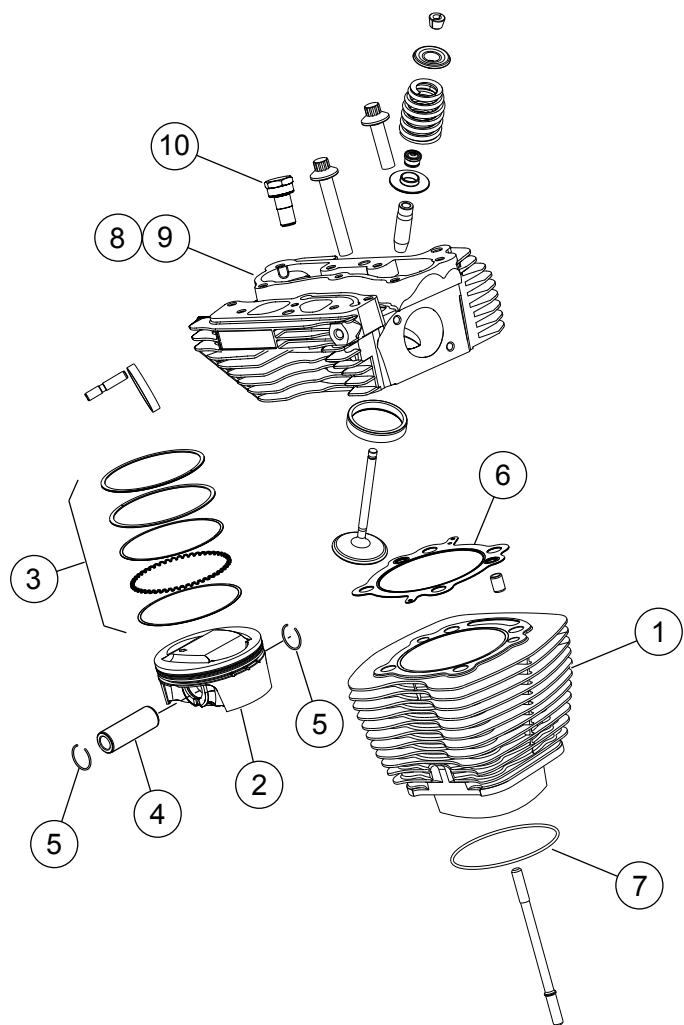
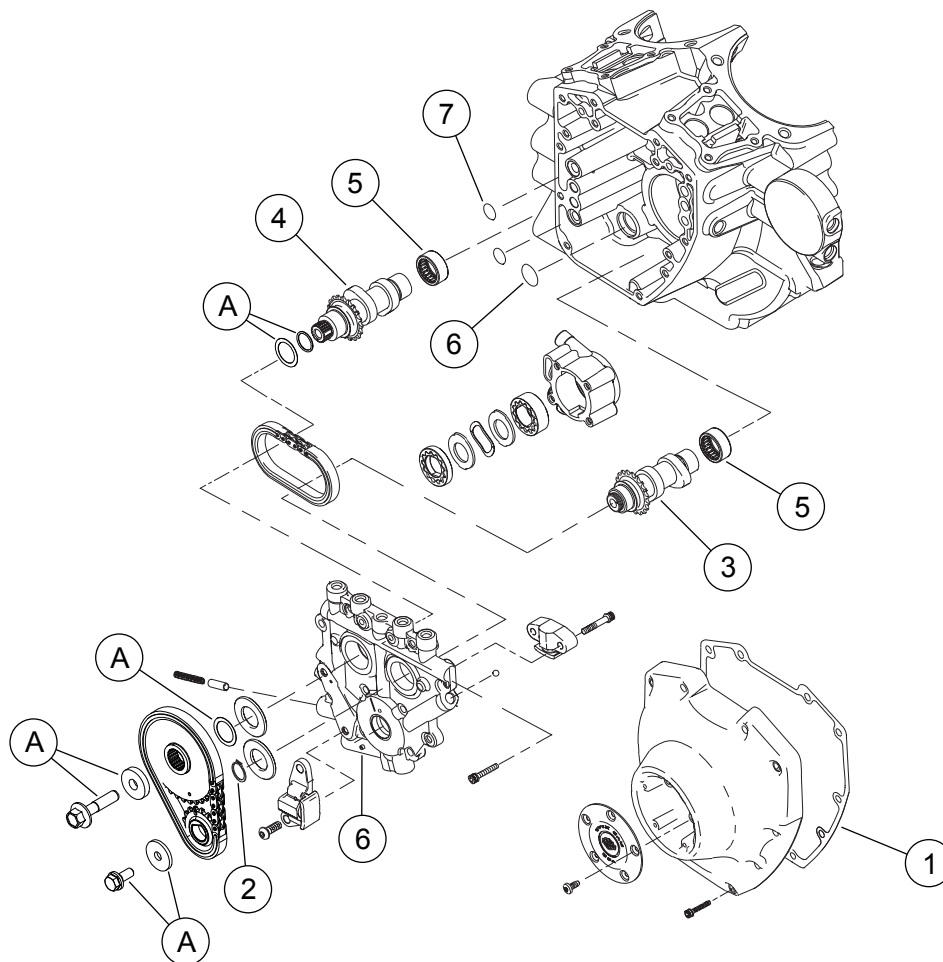

Figura 1. Parti di ricambio: Kit Stage 4 Screamin' Eagle TC 103 (1.690 cm³)
Figura 3. Parti di ricambio: Kit Screamin' Eagle Pro 103 (1690 cc) Stage 4
Vedere da Figura 1 a Figura 3, e da Tabella 1 a Tabella 3.
1. Vedere Figura 3 Controllare i cuscinetti a rullini dell'albero a camme (7) e sostituirli se necessario.
2. Vedere da Figura 1 a Figura 3 . Montare le camme sulla piastra delle camme, sulle testate performance e sulla parte superiore del motore usando le parti dal kit. Consultare le sezioni relative al MOTORE nel manuale di manutenzione.